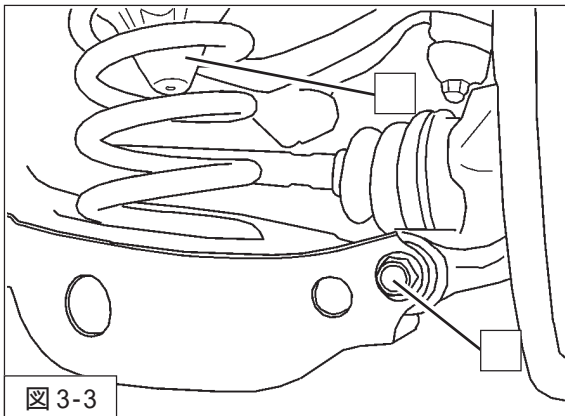

図3-3
5. ロアアーム取付ボルト・ナットを取外し、スプリングを車両から取外してください。(図3-3)
6. スプリングアッパーシート(中央穴中のボルト)を取外してください。(図3-3)